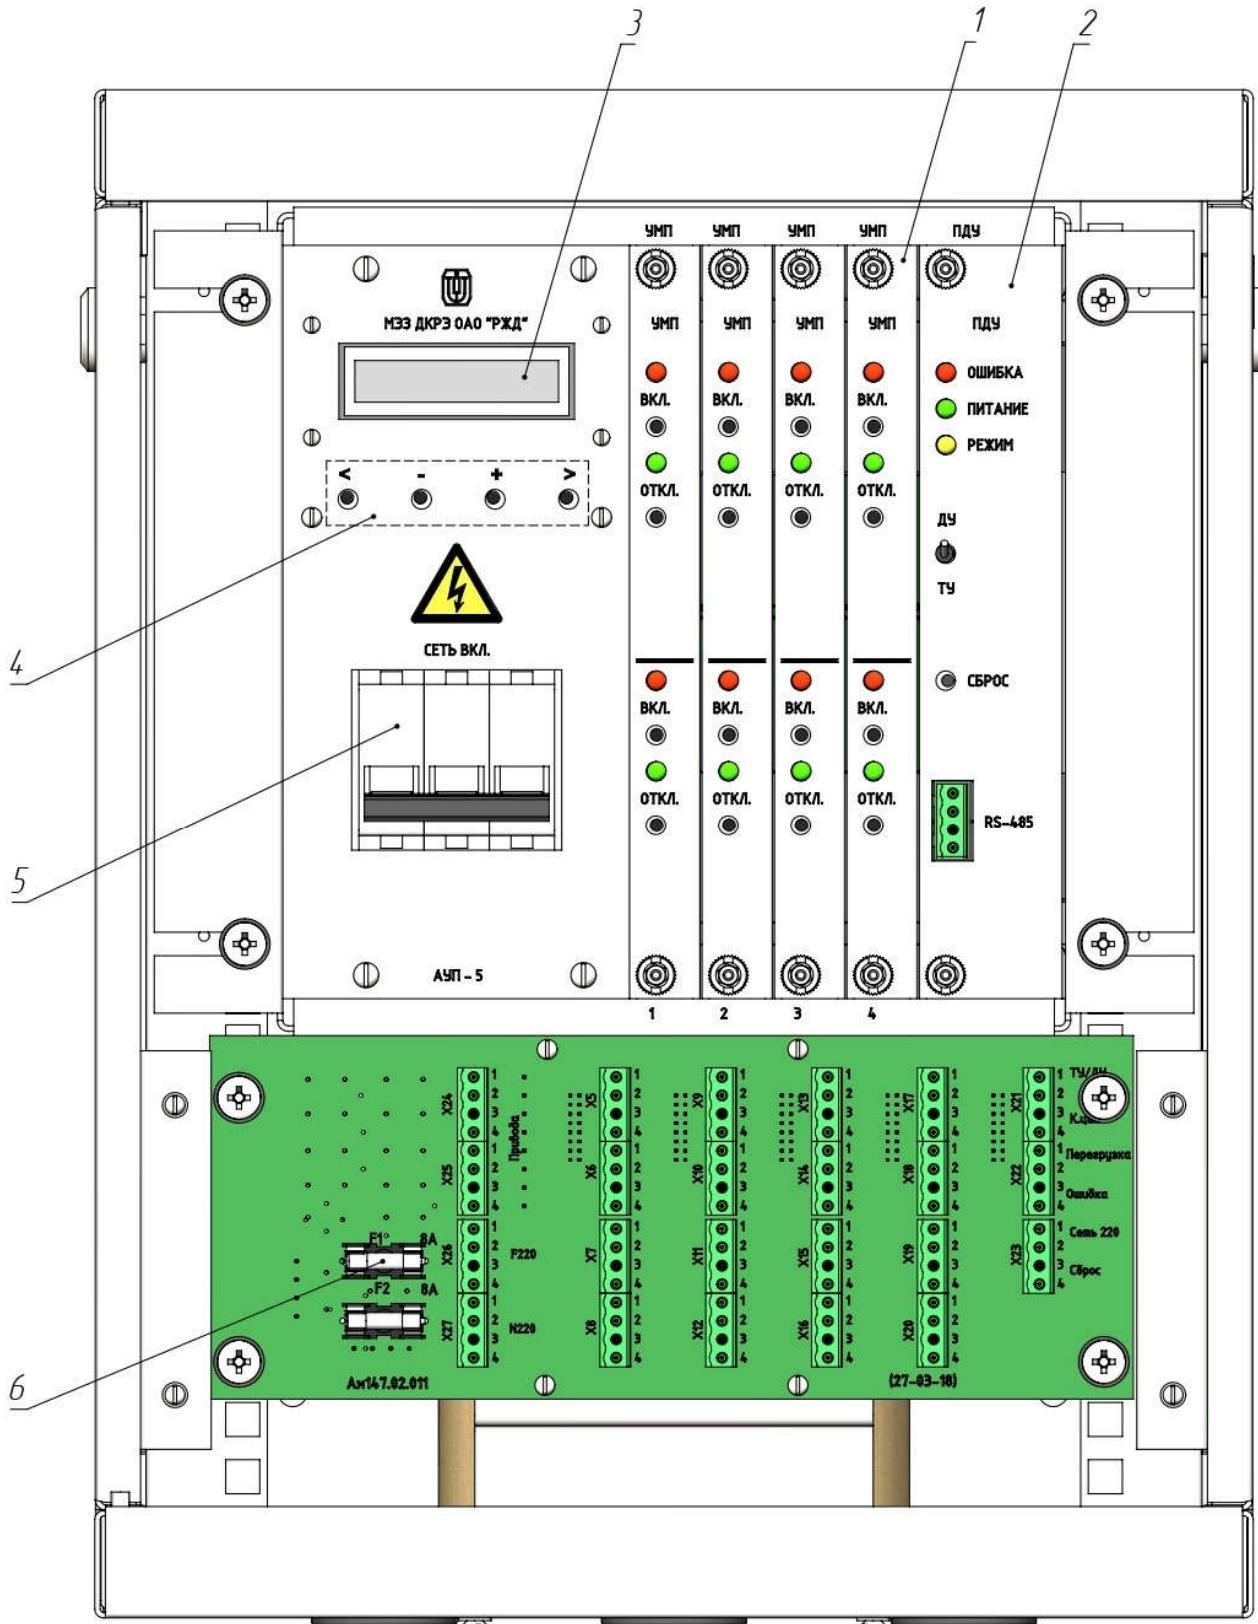

Рис.1.
3.3 Состав аппаратуры АУП-5 приведен на рис.1:
- Органы управления и индикации модуля ПДУ (поз.2, рис.1):
3.5 «ЖК индикатор» (поз.3, рис.1) – отображает информацию о состоянии и работе аппаратуры, обеспечивает просмотр и изменение уставок. Просмотр и изменение уставок организовано в виде иерархического меню. ЖК индикатор автоматически выключается через 1 минуту бездействия. Включение ЖК индикатора произойдет при нажатии любой кнопки навигации.
3.6 Кнопки навигации по пунктам меню (поз.4, рис.1):